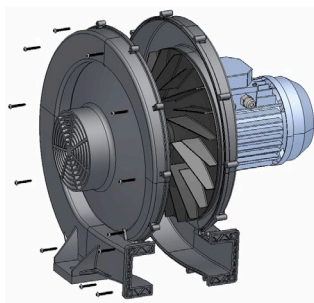

FIGURA 5
3. Fije la carcasa de entrada al grupo previamente montado con tornillos nº12 KC40 x 30 (tornillos suministrados). Apriete los tornillos a un máx. torque de 5Nm (FIGURA 5).